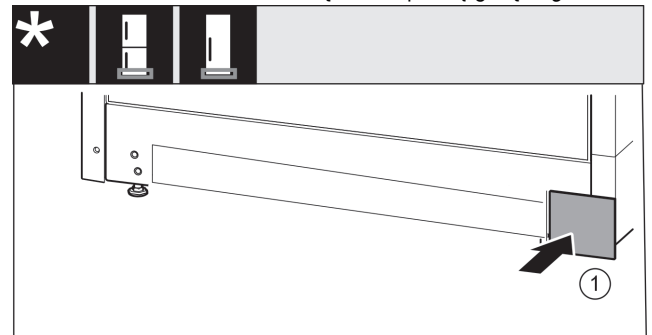

Fig. 17
- ▶ Vėl uždėkite uždangalą kitoje pusėje. Fig. 17 (1)